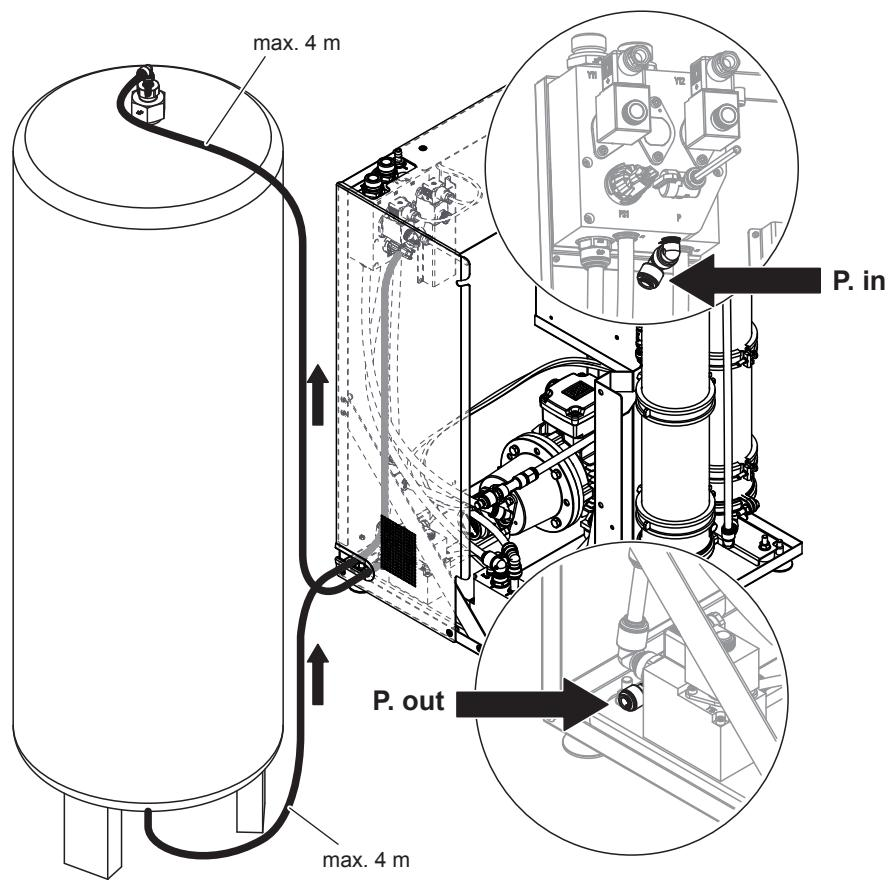
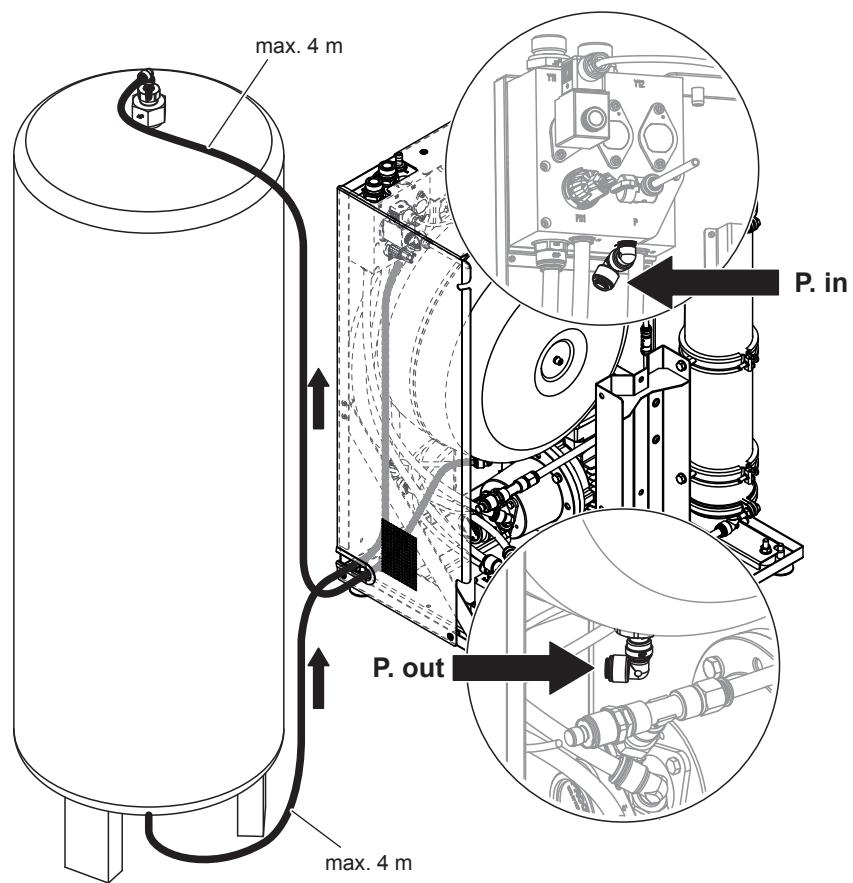

Abb. 12: Anschluss des externen Drucktanks am Condair RO-E+ 200/300 Reinwassersystem
Abb. 13: Anschluss des optionalen externen Drucktanks am Condair RO-E(+) 40/100 Reinwassersystem mit internem Drucktank (Abbildung zeigt RO-E 100)
Wichtig: Die in Abb. 11 bis Abb. 13 angegebenen maximalen Schlauchlängen dürfen nicht überschritten werden. Stellen Sie sicher, dass die Anschlussschläuche nicht höher als der Anschluss oben am Drucktank verlegt werden.
4. Schliessen Sie den mitgelieferten schwarzen JG-Schlauch Ø8 mm am Winkelverbinder des Anschlusses "P. out" des entsprechenden Logikblocks (siehe Abb. 11 or Abb. 12) oder des internen Drucktanks (siehe Abb. 13) an. Führen Sie den Schlauch zum oberen Anschluss am (ersten) externen Drucktank, längen Sie den Schlauch ab und schliessen Sie ihn am Winkelverbinder des Druckbehälters an.